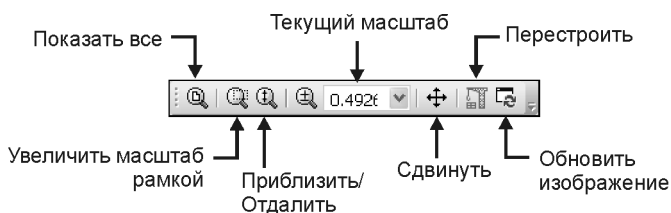

Рис. 1.11. Панель **Вид** в режиме создания чертежа
- ◆ **Панель Вид** расположена рядом со **Стандартной** панелью, справа от нее. На панели **Вид** размещаются команды для настройки изображения на экране монитора (рис. 1.11):